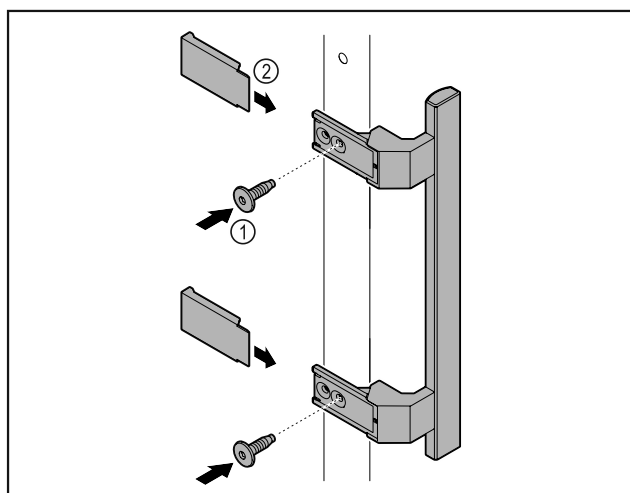

Fig. 5
- ▶ Atașați mânerul din pachetul de accesorii la ușă cu ajutorul șuruburilor incluse Fig. 5 (1).
- ▶ Aplicați capacul Fig. 5 (2).